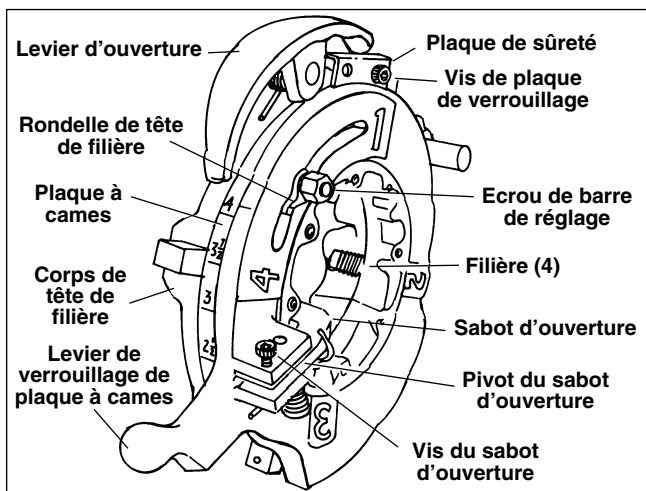

Figure 13 – Composants de la tête de filière 714/914
10. Le mécanisme de retrait ouvre les filières automatiquement dès la fin de coupe. (Voir la Figure 13.)
(*Figure 13*)